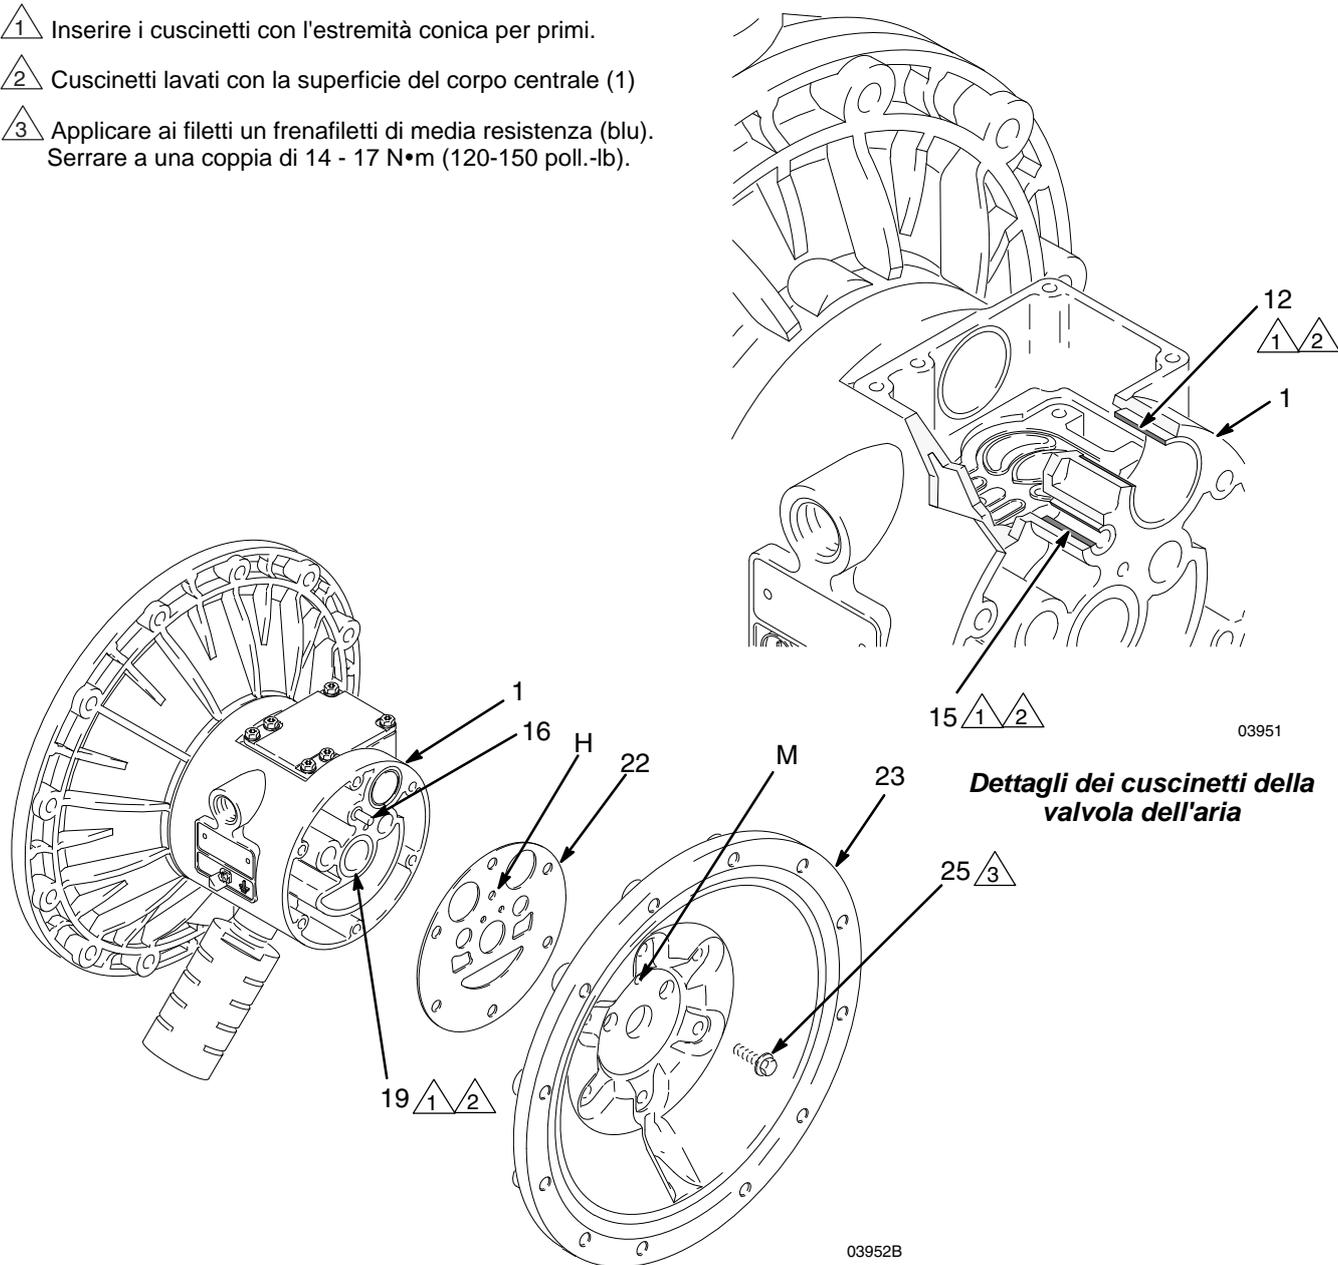

FIG. 13
5. Utilizzando una chiave a tubo da 10 mm, rimuovere le viti (25) che reggono i coperchi dell'aria (23) sul corpo centrale (1). Consultare FIG. 13.
6. Rimuovere le guarnizioni del coperchio dell'aria (22). Sostituire sempre le guarnizioni con altre nuove.
7. Utilizzare un estrattore di cuscinetti per rimuovere i cuscinetti dell'albero della membrana (19), i cuscinetti della valvola pneumatica (12) o i cuscinetti dello spinotto di guida (15). Non rimuovere i cuscinetti non danneggiati.
1. Se sono state rimosse, installare i premiguarnizioni a U dell'albero (402) in modo che i bordi si trovino **di fronte** al corpo (1).
2. I cuscinetti (19, 12 e 15) sono conici e possono essere installati solo in un senso. Inserire i cuscinetti nel corpo centrale (1), **con l'estremità rastremata per prima**. Utilizzando una pressa o un blocco o un mazzuolo di gomma, inserire il cuscinetto in modo che sia lavato con la superficie del corpo centrale.
4. Allineare la nuova guarnizione del coperchio dell'aria (22) in modo che il pin guida (16) estendendosi dal corpo centrale (1) combaci con il foro corrispondente (H) della guarnizione.
5. Allineare il coperchio della sezione pneumatica (23) in modo che lo spinotto di guida (16) si inserisca nel foro centrale (M) dei tre piccoli fori vicini al centro del coperchio. Installare le viti (25), serrando a mano. Consultare FIG. 13. Utilizzare una chiave a tubo da 10 mm, serrare a croce le viti in modo uniforme a una coppia di 14-17 Nm (120-150 poll.-lb).